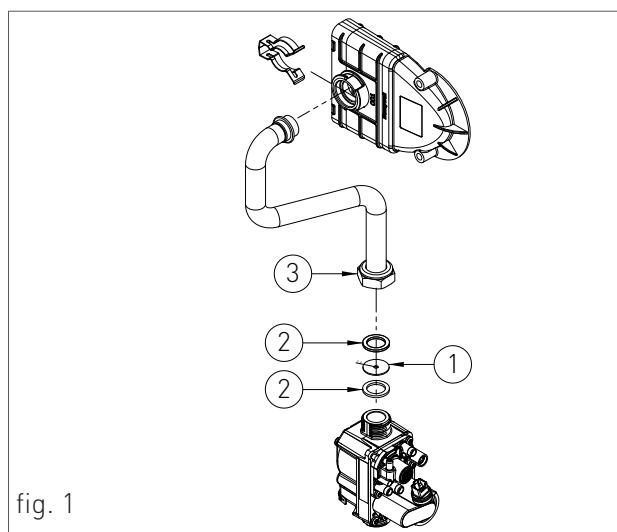

fig. 1
- › Introduceți diafragma „1” (pentru GPL - diafragmă de Ø 4 mm - cod 15-01728) și garniturile „2” și strângeți din nou cuplajul „3” (a se vedea fig.1).
- › Scoateți diafragma „1” și strângeți din nou cuplajul „3” (a se vedea fig.1).
- › Remontați componentele în urma operațiunilor de demontare în sens invers (vezi fig.1);